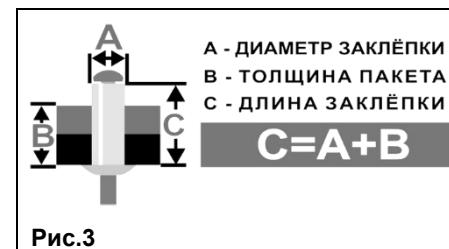

Рис.3
6.4.2. Для грамотного подбора заклётки воспользуйтесь формулой на Рис. 3.